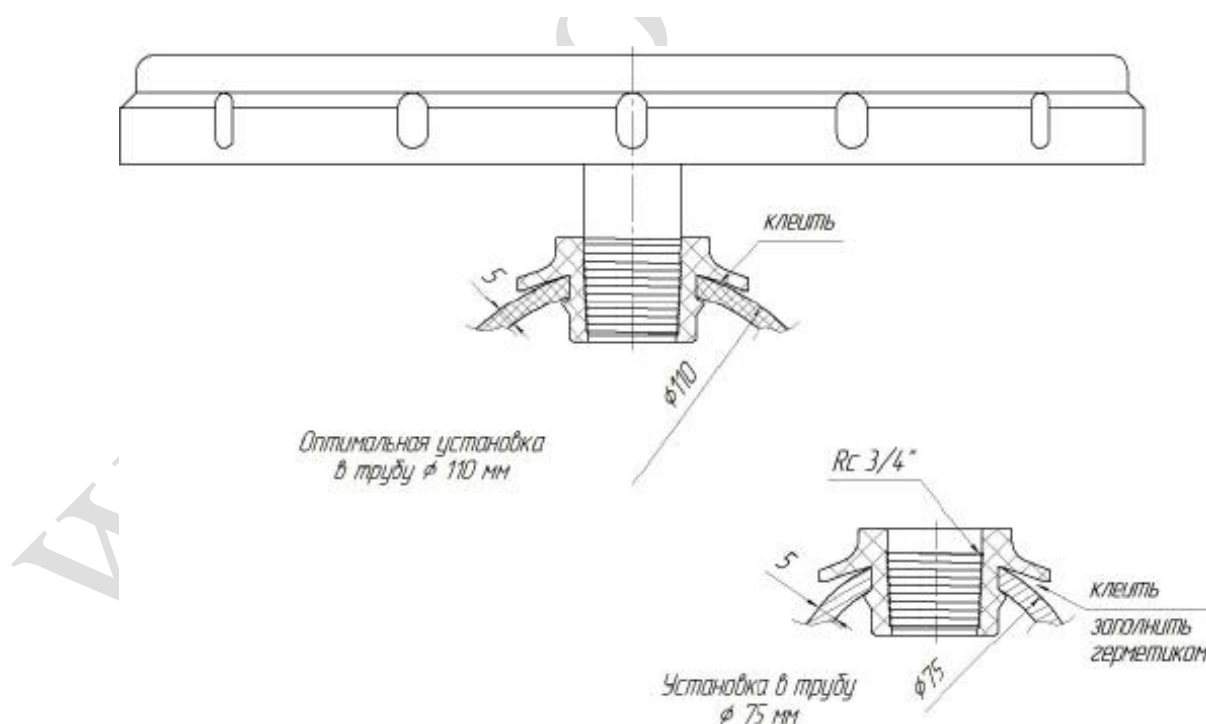

Рис. 1. Схема установки аэратора с помощью универсального переходника.
*Цифры в маркировке указывают наружный диаметр изделия Da, мм (см. рис. 1).
6.3.1. В случае применения универсального переходника PVS монтаж необходимо осуществлять по следующей схеме (см. рис. 1):